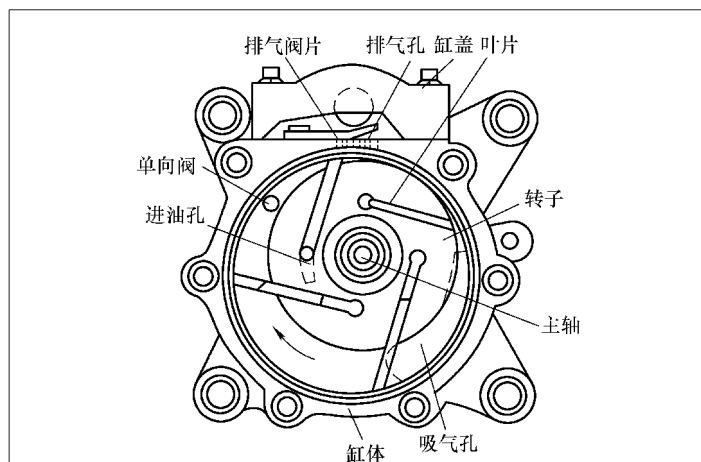

图 8-19 旋转叶片压缩机工作原理
2) 工作原理。转子回转时,由于离心力和油压的作用,使叶片向外伸张,碰到气缸壁,把气缸分成几个隔腔,随着轴的转动,隔腔内的容积发生变化,完成压缩机的工作行程,如图8-19所示。